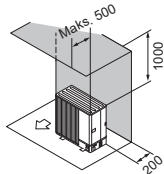

Fig. 2-7
- (2) Hindringer eller lukkede overflater kun bak og over (Fig. 2-7)